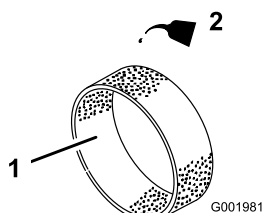

Figura 46
- Coloque 30 ou 60 ml de óleo no filtro (Figura 46).